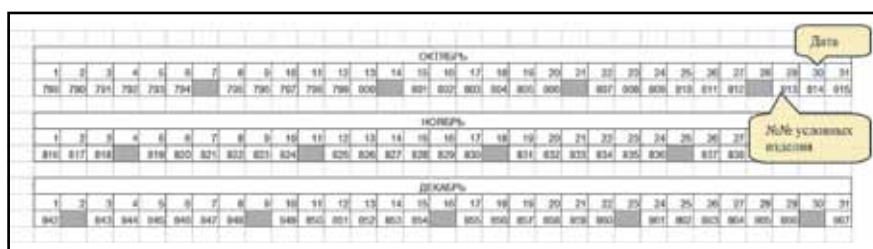

Рис. 1
**2. План выпуска** условного изделия – **график производства**. Фиксировался на достаточно продолжительный период (во времена создания системы – на год, но с возможностью ежеквартальных изменений) и публиковался в виде условных машин, с их порядковыми номерами с начала года или с начала производства и привязанными к каждому изделию датами (рис. 1).